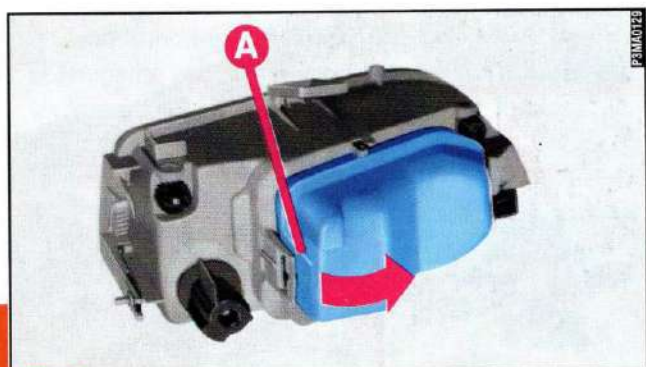

fig. 14
1) Togliere il coperchio premendo sulla linguetta **A**-fig. 14.